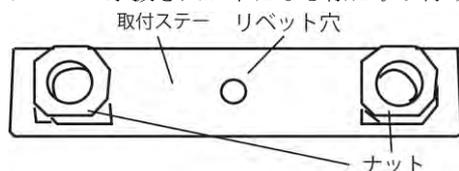
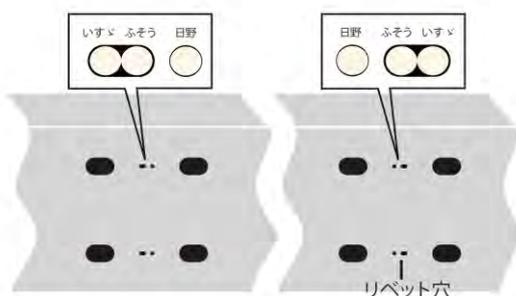

図2
図3
- ②図2, 3を参考に、取付ステーとアルミ・リア・バンパーのリベット穴の位置を合わせて、付属のリベットをリベット穴に挿入し、リベッターを使用して固定してください。日野・いすゞ・三菱で取付ステーの固定位置が異なります。図3を参考に固定してください。